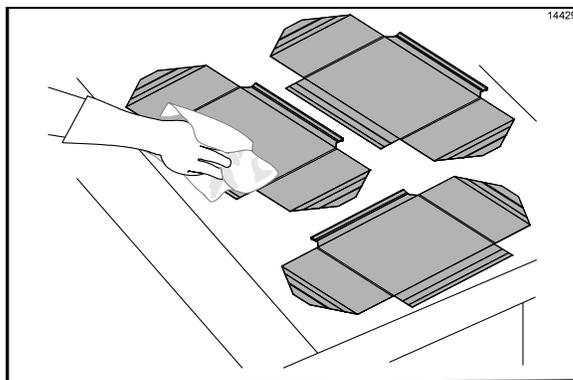

Figura 110
42. Enjuague ambos lados de las hojas antiadherentes con un paño para parrillas limpio mojado con solución desinfectante. (Vea la figura 110.)